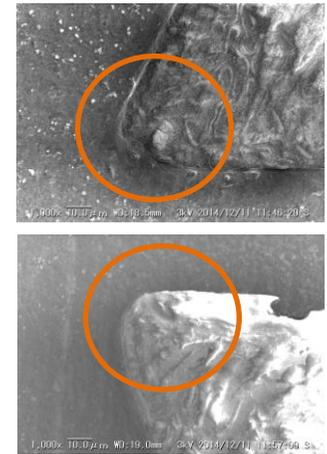

図3. 割裂部断面拡大(×15・×1000)
- ① 割裂を行った最先端部にクラック発生は皆無であることが判りました。(図3、図6参照)
- ② 外観上有害なキズ等は、発生しておりません。